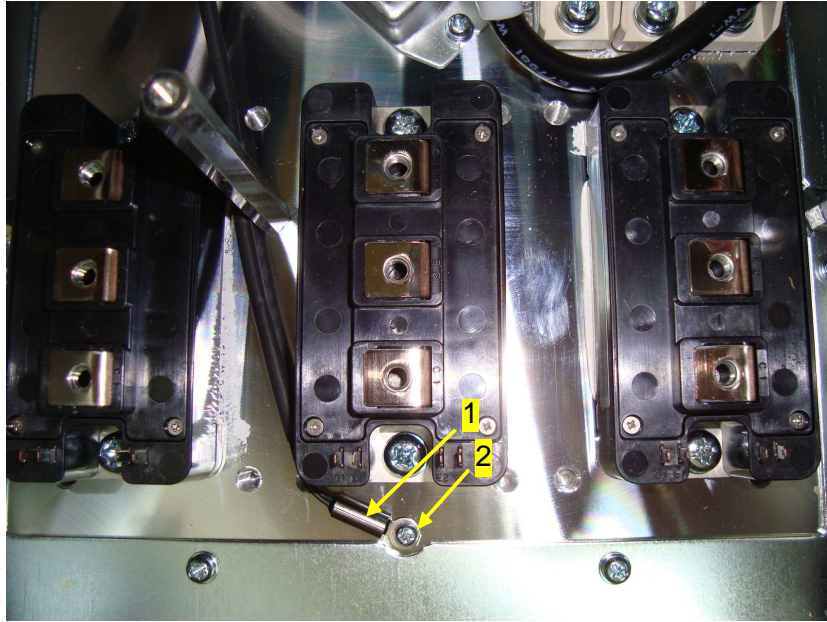

Рисунок 7.34
7.13.1. Взять термодатчик 2, закрепить его винтом 1 (рисунок 7.34).